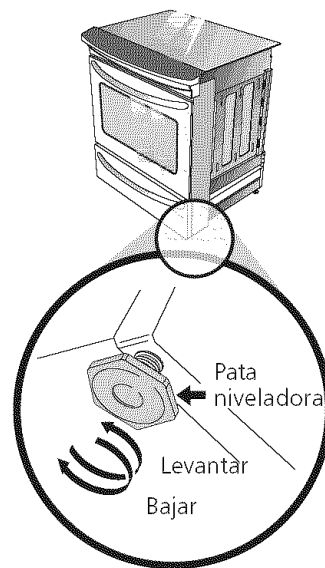

Figura 15
4. Nivele la estufa si es necesario ajustando las cuatro patas niveladoras con una llave (Ver la Figura 15 abajo). Se requiere un espacio libre mínimo de 1/8" (0.8 cm) entre la parte inferior de la estufa y los niveladores de las patas traseras para dejar espacio para los soportes antivuelco.